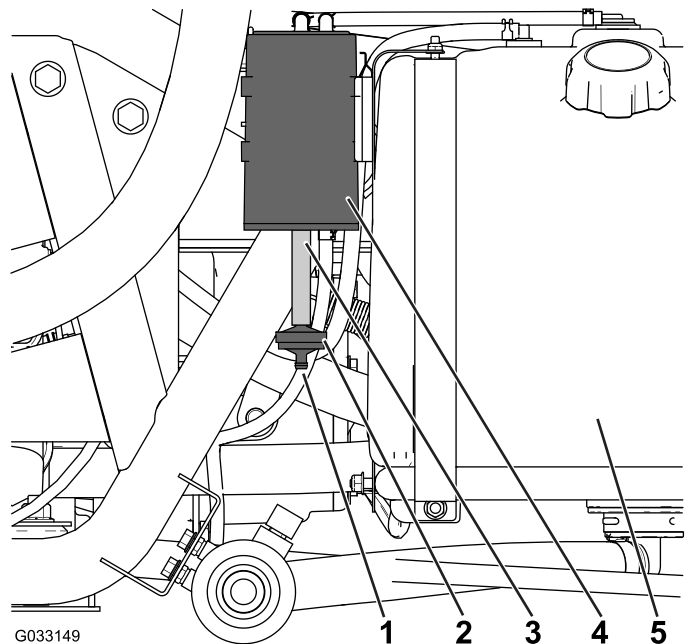

图47
检查碳罐空气过滤器底部的开口，确保开口清洁，且没有任何杂物和障碍（图47）。
1. 从碳罐底部的软管拆下碳罐过滤器的宝塔接头，然后取出过滤器（图47）。